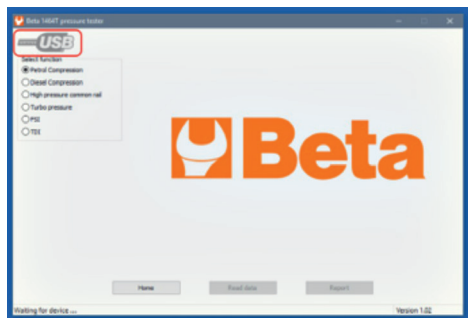
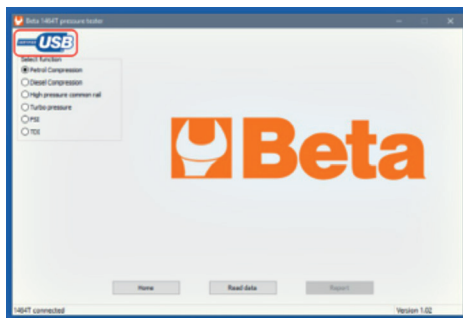

Fig. 2 (tester 1464T niet aangesloten)
Fig. 3 (tester 1464T aangesloten)
- Het usb-logo in de hoek linksboven geeft aan of de tester 1464T is opgemerkt. Zie fig. 2 en fig. 3.